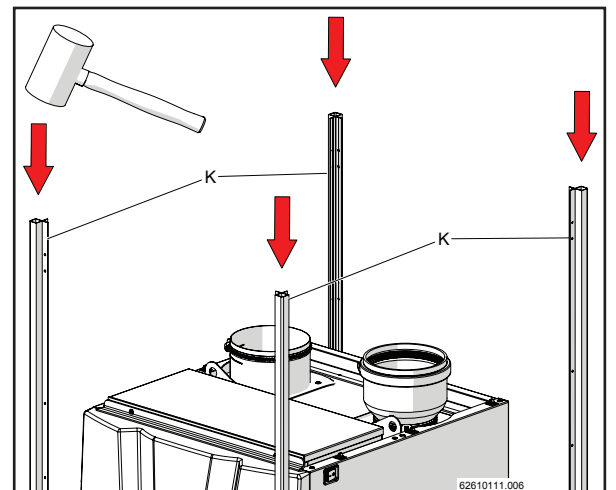

Figure 15-9
- 5.- Appliquer les quatre tubulaires "K" en correspondance des broches sur le cadre inférieur "J" en utilisant un marteau caoutchouté (figures 15-9 e 15-10).